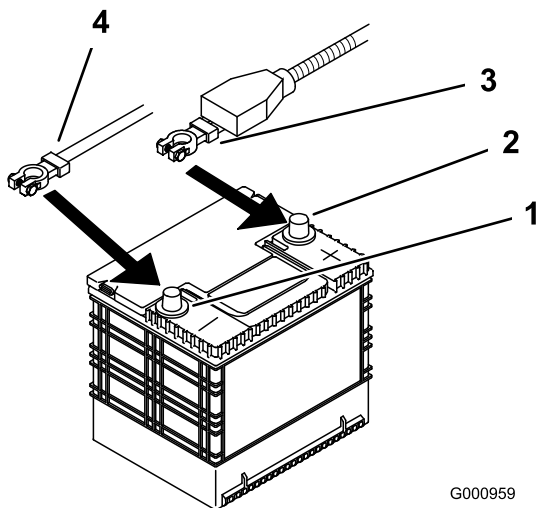

Figure 50
4. Commencez par débrancher le câble négatif de la batterie de la borne négative (-) de la batterie (Figure 50).
5. Enlevez le capuchon rouge de la borne positive (rouge) de la batterie. Débranchez ensuite le câble positif (rouge) de la batterie (Figure 50).
4. Fixez les câbles à l'aide de 2 boulons (1/4 x 3/4 po), 2 rondelles (1/4 po) et 2 contre-écrous (1/4 po) (Figure 50).